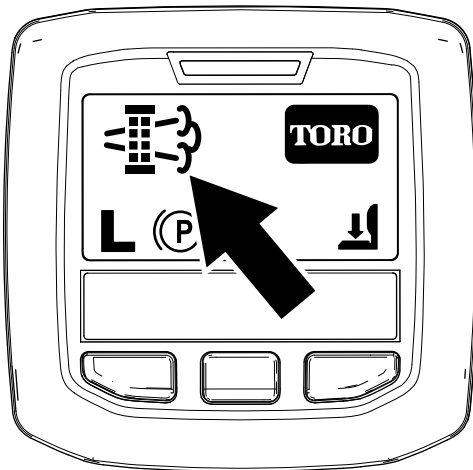

Figure 35
- Quand le calculateur moteur demande une régénération en stationnement ou une régénération d'urgence, l'icône de demande de régénération (Figure 35) s'affiche sur l'InfoCenter.